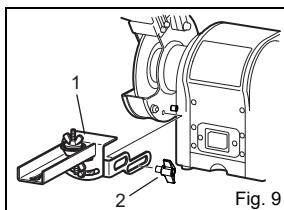

Fig. 9
■ Montare e connettere il kit di affilatura della lama secondo quanto illustrato nella Fig. 9.